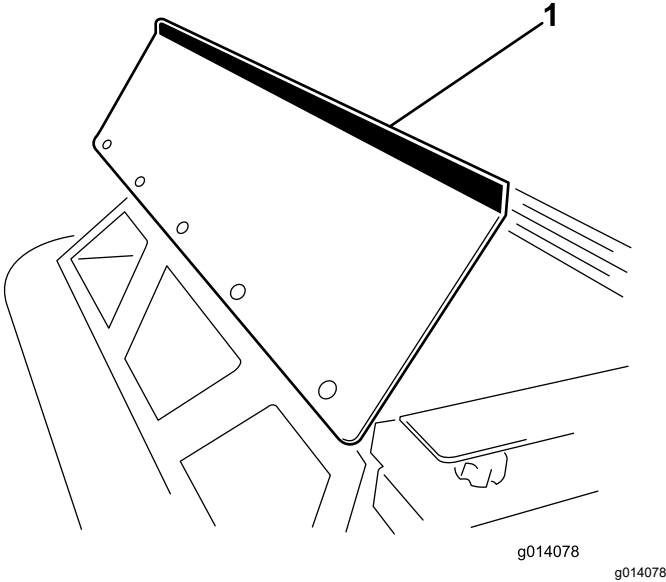

图 1
- 用 5 个螺栓 1/4 x 5/8 英寸和凸缘螺母将料斗防护装置安装到铺沙机料斗的前部(图 1)。